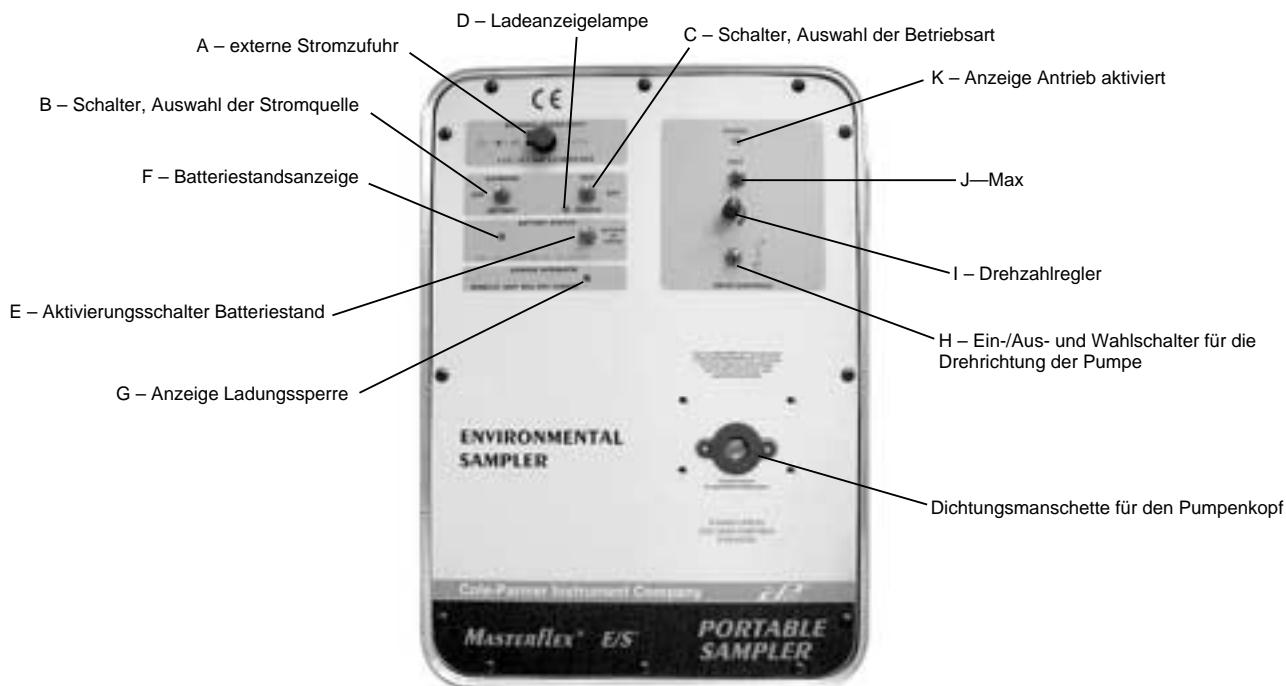

ABBILDUNG 1 BEDIENFELD
- Die mitgelieferte Wechselstrom-Gleichstromversorgung mit Umrichter an den Antrieb anschließen. Hierzu die Abdeckung für die Steckbuchse EXTERNAL POWER INPUT (EXTERNE STROMZUFUHR) (A) anheben und den 2,5 mm Koaxialnetzsteckverbinder in die Buchse stecken. (Siehe Abbildung 1.)
- A. Den Schalter EXTERNAL/BATTERY (EXTERN/BATTERIE) für die Auswahl der Stromquelle (B) auf BATTERY stellen.
- B. Den Schalter RUN/CHARGE (BETRIEB/LADEN) für die Auswahl der Betriebsart (C) auf RUN stellen.
- C. Mit dem Ein-/Aus- und Wahlschalter für die Pumpendrehrichtung (H) entweder IM UHRZEIGERSINN (Rechtspfeil) oder ENTGEGEN DEM UHRZEIGERSINN (Linkspfeil) wählen. (Siehe Abbildung 1.) (Bei einem Richtungswechsel erst den Strom abschalten, d.h. den Wahlschalter für die Drehrichtung auf die mittlere, bzw. OFF- (Aus) Stellung stellen.)
- D. Die Durchflussrate der Pumpe mit dem 1-Gang-Drehzahlregler (I) einstellen. Zur Erhöhung der Durchflussrate den Knopf IM UHRZEIGERSINN drehen, zur Verringerung der Durchflussrate den Knopf ENTGEGEN DEM UHRZEIGERSINN drehen.
- E. Zum Vorfüllen des Schlauchs den Schalter „MAX“ (J) nach oben bzw. unten kippen, so dass die Pumpe mit maximaler Drehzahl läuft.
- A. Den Schalter EXTERNAL/BATTERY (EXTERN/BATTERIE) für die Auswahl der Stromquelle (B) auf EXTERNAL stellen.
- A. Die mitgelieferte Wechselstrom-Gleichstromversorgung mit Umrichter an den Antrieb anschließen. Hierzu die Abdeckung für die Steckbuchse EXTERNAL POWER INPUT (EXTERNE STROMZUFUHR) (A) anheben und den 2,5 mm Koxialnetzsteckverbinder in die Buchse stecken. (Siehe Abbildung 1.)
- B. Die Wechselstrom-Gleichstromversorgung mit Umrichter an eine Wechselstromquelle anschließen. Den Schalter EXTERNAL/BATTERY (EXTERN/BATTERIE) für die Auswahl der Stromquelle (B) auf EXTERNAL stellen.
- C. Den Schalter CHARGE/RUN (LADEN/BETRIEB) für die Auswahl der Betriebsart (C) auf RUN stellen.
- D. Mit dem Ein-/Aus- und Wahlschalter für die Pumpendrehrichtung (H) entweder IM UHRZEIGERSINN (Rechtspfeil) oder ENTGEGEN DEM UHRZEIGERSINN (Linkspfeil) wählen. (Siehe Abbildung 1.) (Bei einem Richtungswechsel erst den Strom abschalten, d.h. den Wahlschalter für die Drehrichtung auf die mittlere, bzw. OFF- (Aus) Stellung stellen.)
- E. Die Durchflussrate der Pumpe mit dem 1-Gang-Drehzahlregler (I) einstellen. Zur Erhöhung der Durchflussrate den Knopf IM UHRZEIGERSINN drehen, zur Verringerung der Durchflussrate den Knopf ENTGEGEN DEM UHRZEIGERSINN drehen.
- F. Zum Vorfüllen des Schlauchs den Schalter „MAX“ (J) nach oben bzw. unten kippen und festhalten, so dass die Pumpe mit maximaler Drehzahl läuft.
- A. **Die mitgelieferte Wechselstrom-Gleichstromversorgung mit Umrichter anschließen.** Hierzu die Abdeckung für die Steckbuchse **EXTERNAL POWER INPUT (externe Stromzufuhr) (A)** anheben und den 2,5 mm Koaxialnetzsteckverbinder in die Buchse stecken. (Siehe Abbildung 1.)
- C. **Den Schalter CHARGE/RUN (LADEN/BETRIEB) für die Auswahl der Betriebsart (C) auf CHARGE stellen.**